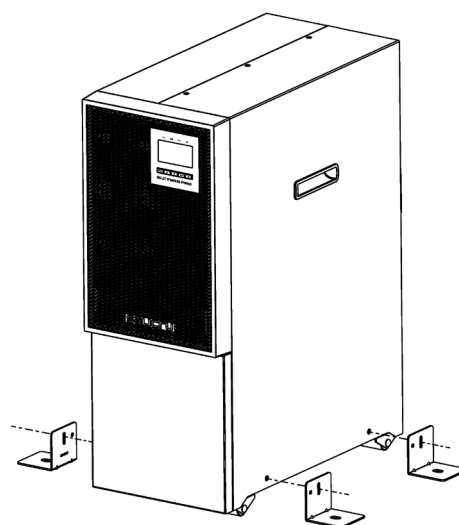

Fig. 21. Instalación de los soportes estabilizadores.
2. Instalar los soportes para mejorar la estabilidad, tal como se indica en la Fig. 21.